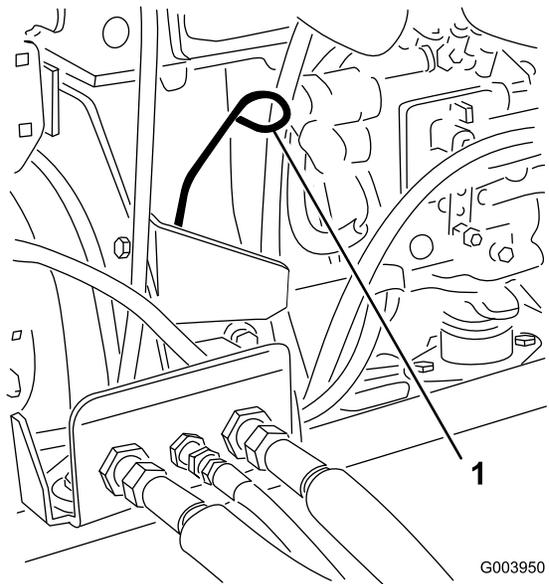

Figura 31
3. Retire la varilla, límpiela, y vuelva a colocarla (Figura 31).